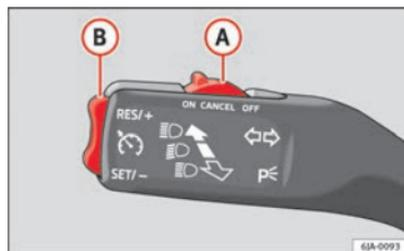

Fig. 109 Le levier des clignotants et des feux de route : touches du régulateur de vitesse
- Déplacez le contacteur **A** ⇒ fig. 109 sur la position **ON**.
- Appuyez sur la commande à bascule **B** ⇒ fig. 109 ⇒ page 159 pour la placer sur la position **RES**.
- Il est possible de **diminuer** la vitesse mémorisée en appuyant sur la touche **B** ⇒ fig. 109 ⇒ page 159 pour la placer sur la position **SET**.
Le régulateur de vitesse **se désactive temporairement** en appuyant sur la touche **A** ⇒ fig. 109 ⇒ page 159 pour la placer sur la position **CANCEL**, ou en appuyant sur la pédale de frein ou d'embrayage.
- Déplacez le contacteur **A** ⇒ fig. 109 ⇒ page 159 sur la position **OFF**. ■